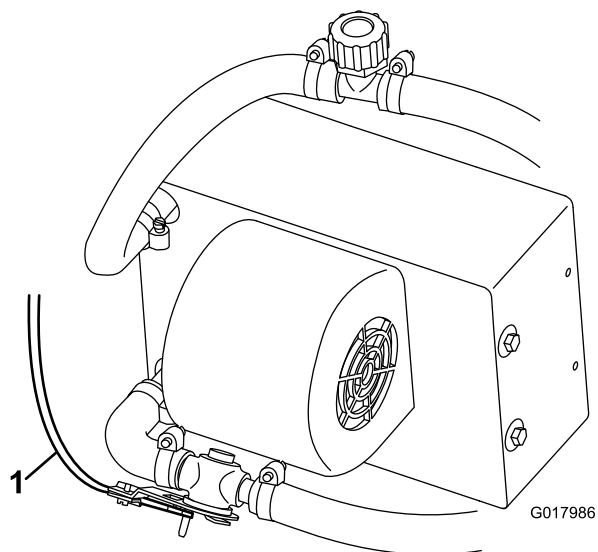

図 18
8. ヒーターコントロールケーブルを、ヒーターバルブに接続する(図 18)。